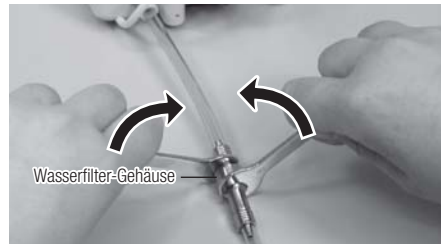

Abb. 25
- 1) Schließen Sie das Wasserventil Ihrer Behandlungseinheit, an die Ihr PRESTO AQUA II angeschlossen ist. Setzen Sie zwei Spannschlüssel (5 x 8) an den Filter an (Abb. 25) und drehen Sie diese, wie in der Abbildung gezeigt. Wenn sich der Wasserschlauch dadurch verdreht, bringen Sie ihn wieder in die richtige Position, sodass das Schlauchende an der Steuereinheit wieder gerade ist.